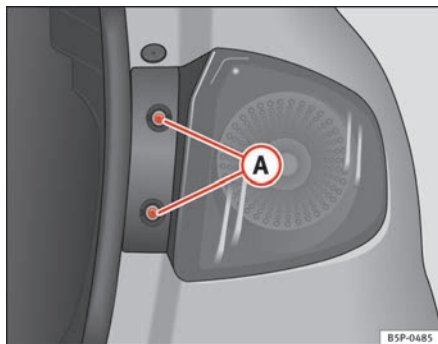

Abb. 185 Standlicht /
- Drehen Sie die Schrauben ⇒ Abb. 185 **(A)** heraus.